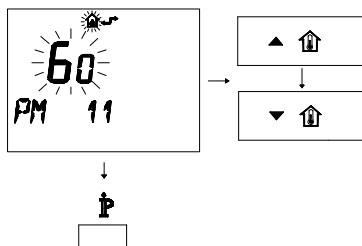

Figura 5.40
- Per modificare il SET programmato agire sui pulsanti **▲** o **▼** e aspettare che il numero programmato cominci a lampeggiare (Figura 5.40). Ogni passo incrementato o decrementato corrisponde a 1 secondo.